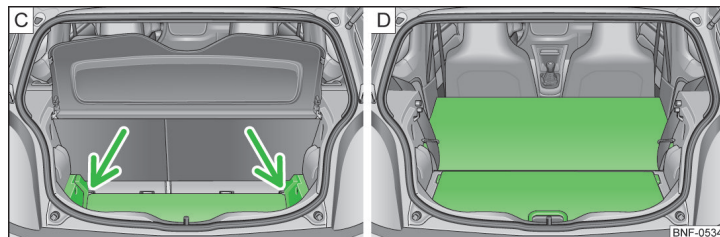

Fig. 71 Udvidelse af bagagerum: Nedad / Fremad
- Løft bundpladen, og skub den ind i noterne » Fig. 71 – **C**.